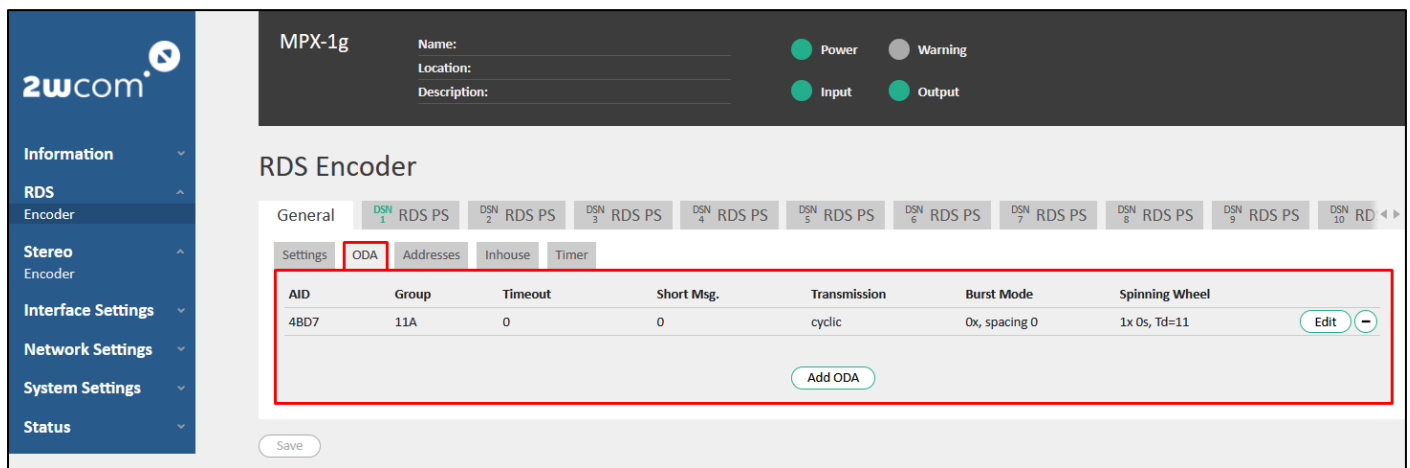

Abbildung 19: Allgemeine Einstellungen für den RDS-Encoder - ODA
1. Wählen Sie im Block „General“ den Reiter „ODA“ (s. Abbildung 19).